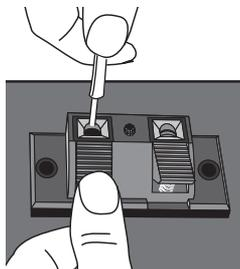

Figure 12
- 3. Insérer le fil dénudé (figure 12).**
Insert stripped wire (figure 12).